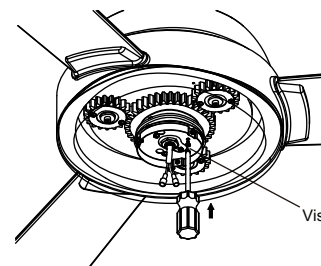

Fig. 25
Étape 3. Solidement en resserrant les 2 vis préalablement desserrées et celle précédemment enlevée. (Fig. 25)